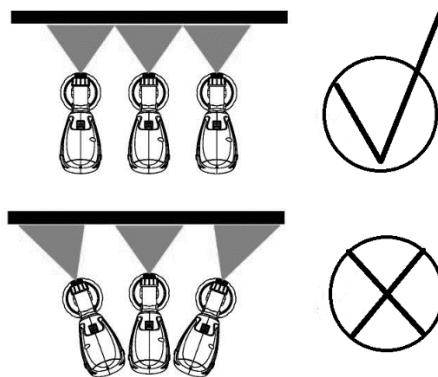

Рисунок 5
4.4 Фарбування потрібно починати із зовнішньої сторони робочої зони, тримаючи розпилювач паралельно, на однаковій відстані, приблизно 10-30 см від об'єкта (Рисунок 5.). Переміщайте розпилювач рівномірно горизонтально або вертикально, залежно від налаштування форми струменя. Плавне переміщення розпилювача, з постійною швидкістю, приведе до рівномірного покриття поверхні. Рух інструмента уздовж поверхні, що фарбується здійснюйте безперервною зигзагоподібною лінією. Щоб уникнути напливів фарби, робіть перерву між повторним фарбуванням поверхні (особливо вертикальної), достатній для висихання попереднього шару.